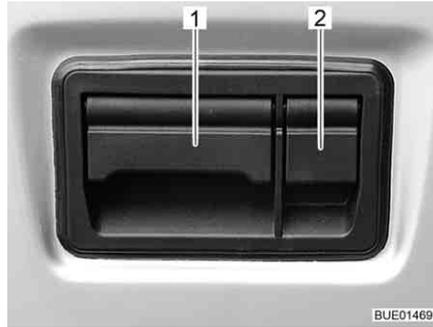

Fig. 35 Serrure du portillon arrière, extérieur
- Ouvrir le clapet de protection (Fig. 35,2).
- Tirer le clapet (Fig. 35,1) vers le haut et ouvrir le portillon arrière.